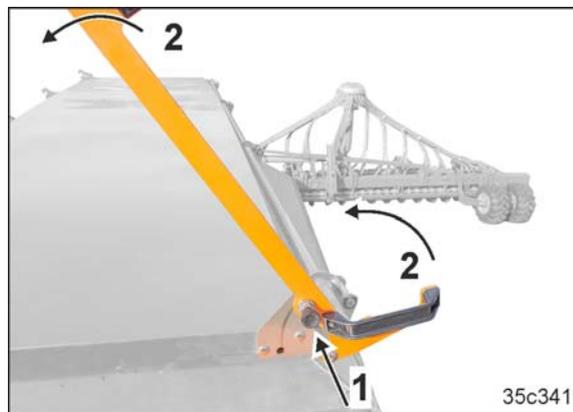

Fig. 224
3. Den Hebel nach oben verschwenken. Darauf achten, dass der federbelastete Bolzen einrastet (Fig. 224/1).
Die beiden Griffe (Fig. 224/2) dienen zum Öffnen des Vorratsbehälter-deckels.
2. Den Vorratsbehälterdeckel schließen. Die Griffe (Fig. 224/2) dienen zum Verschieben des Vorratsbehälterdeckels.